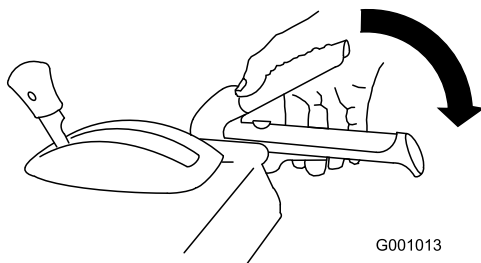

Bild 35
1. Drücken Sie zum Einkuppeln des Schnecken-/Gebläseantriebs den rechten Hebel (Schnecke/Gebläserad) zum Handgriff (Bild 35).